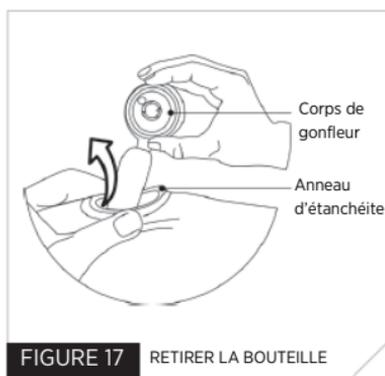

FIGURE 17 RETIRER LA BOUTEILLE
5. Serrez l'anneau d'étanchéité pour l'allonger et retirez le corps du gonfleur et la cartouche à travers l'anneau d'étanchéité (Fig. 17).